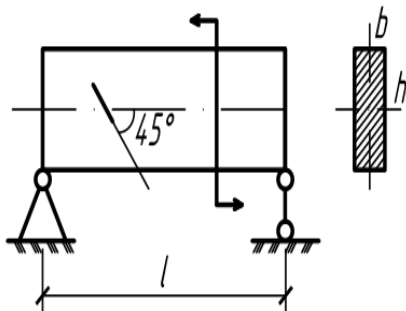

Рис. 4.44
4.44. При нагружении балки с помощью тензометра определена деформация  $\varepsilon$ . Вычислить величину момента  $M$ , если упругие характеристики материала известны (рис.4.44).